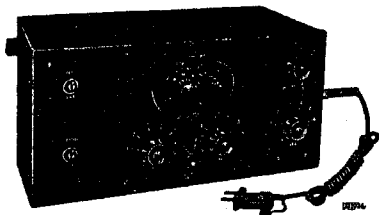

Fig. 3
1. Een service-oscillator (G.M. 2880, fig. 3), een kunstanter voor 200—3000 m. ($200 \mu\text{F}$, $25 \mu\text{H}$ en 20 Ohm) en een kunstanter voor 14—200 m. (400 Ohm).